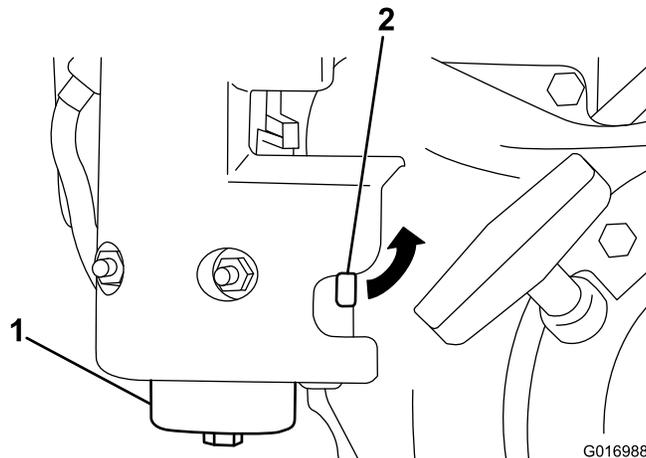

Рисунок 29
1. Закройте топливный запорный клапан и выверните стакан из корпуса фильтра (Рисунок 29).